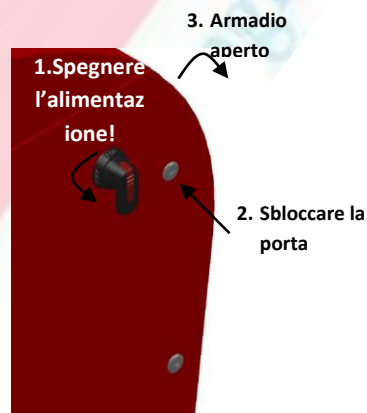

Figura 2.4
2. Accertarsi che l'alimentazione elettrica della macchina sia stata scollegata alla fonte di alimentazione. Portare l'interruttore di alimentazione di rete in posizione **OFF**. Con l'apposita chiave, aprire lo sportello dell'armadio elettrico principale (vedi Figura 2.4).